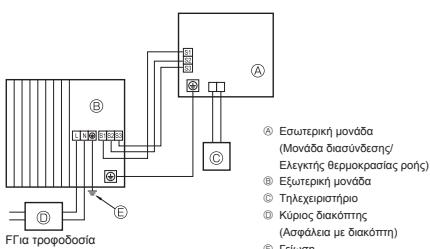
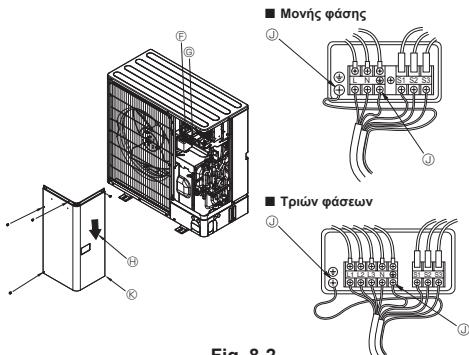

Fig. 8-1
Fig. 8-2
8.1. Εξωτερική μονάδα (Fig. 8-1, Fig. 8-2)
① Αφαιρέστε το πλαίσιο συντήρησης.
② Συνδέστε τα καλώδια που αναφέρονται στην Fig. 8-1 και στην Fig. 8-2.